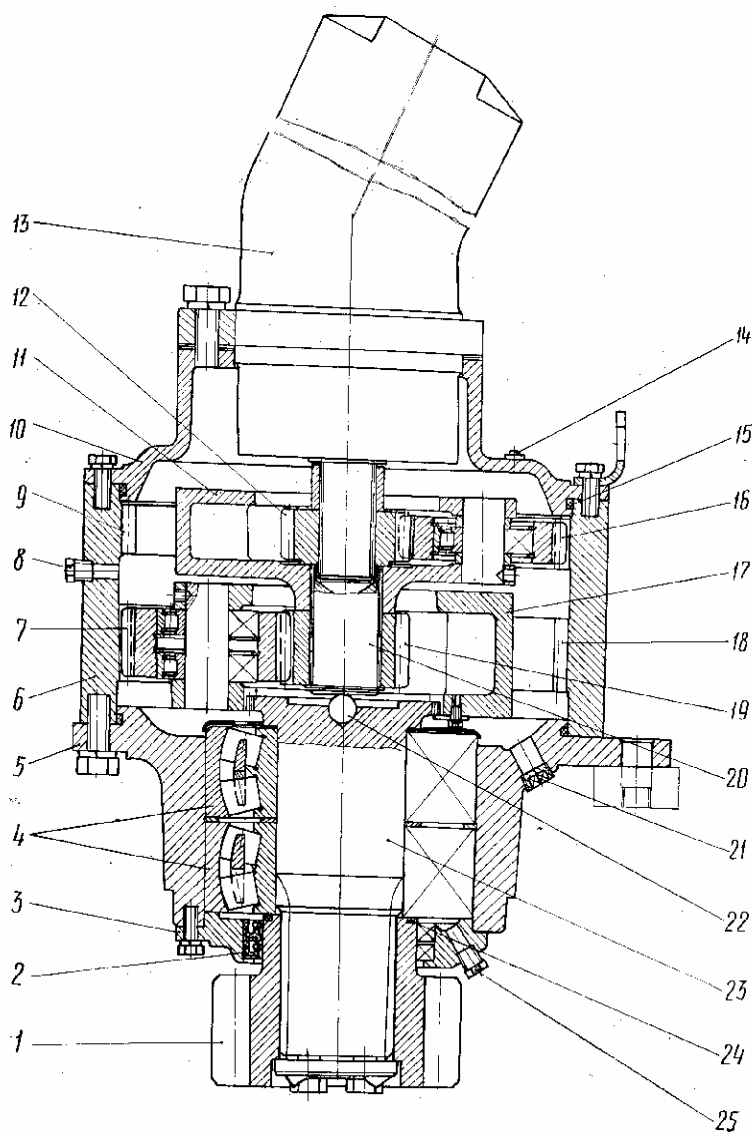

Рис. 25 Механизм поворота
2.1 МЕХАНИЗМ ПОВОРОТА (РИС. 25)